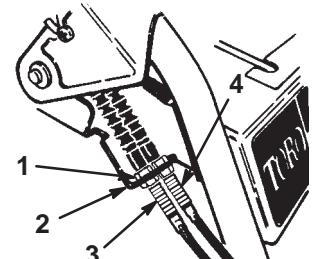

Figure 28
- Desserrez l'écrou de blocage supérieur qui fixe le câble de commande de déplacement au support de montage (Fig. 28).
- Tournez l'écrou de blocage inférieur pour augmenter la tension de la courroie (Fig. 28).
- A. Desserrez l' écrou de blocage supérieur qui fixe le câble de tarière/roue hélice au support de montage (Fig. 28).
9. Sur le câble de commande qui correspond à la courroie usagée, desserrez les écrous de blocage qui fixent le câble au support (Fig. 28).